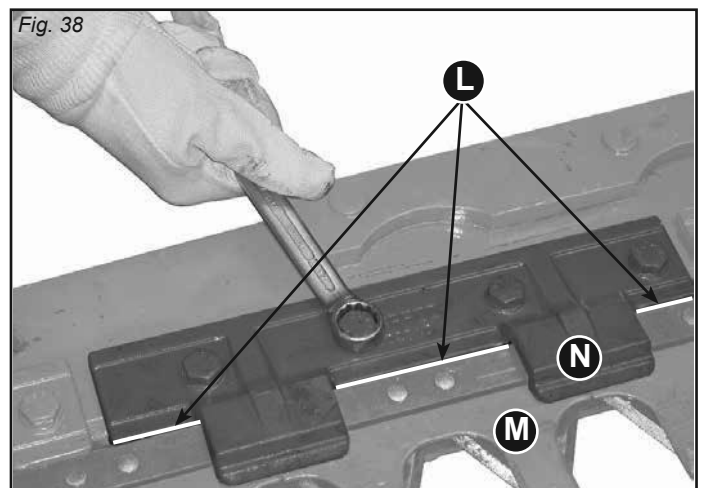
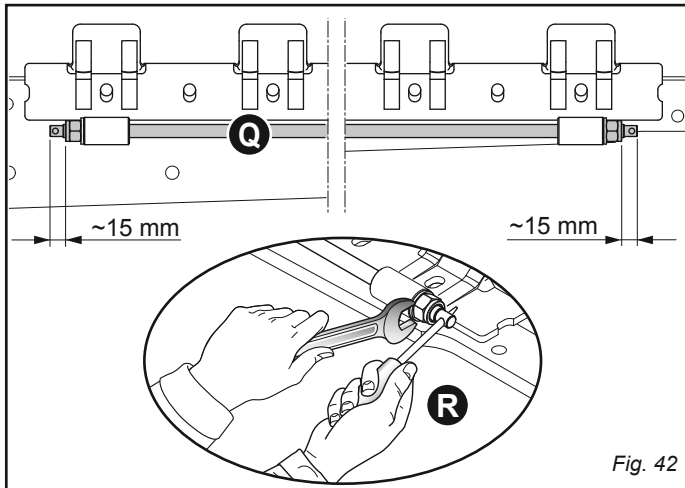

Fig. 38
Fig. 42
Antes de accionar la segadora es necesario controlar periódicamente el acoplamiento correcto entre la barra porta dientes (M, Fig. 38) y los guía-cuchillas superiores (N).
CAUTELA: en la fase de fijación de los guía-cuchillas es importante dejar una tolerancia de acoplamiento de 1 mm aproximadamente con la barra porta secciones (L, Fig. 38).
Solo en algunos modelos, antes de desmontar los guía-cuchillas (N, Fig. 38), es necesario quitar de forma preventiva el tirante barra (Q) de la Figura 42. Use un punzón para facilitar la operación (R, Fig. 42). Seguidamente, solo después de asegurarse de haber bloqueado los guía-cuchillas, es necesario tensar de nuevo la barra mediante las tuercas, dispuestas en ambos extremos, respetando la medida de 15 mm indicada en la Figura 42. Use un punzón para facilitar la operación (R, Fig. 42).